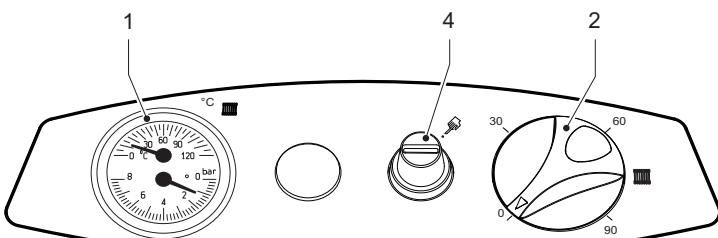

рис. 1 - Панель управления
- Поместите термостат регулировки котла (поз. 2 - рис. 1) на минимальное значение.
- Поместите термостат регулировки котла (поз. 2 - рис. 1) на требуемое температурное значение (не менее 50°).
Если повернуть ручку 2 на рис. 1 по часовой стрелке, температура воды в системе отопления повышается, и наоборот. Температуру воды в системе отопления можно регулировать в пределах от 30° до 90°. Однако не рекомендуется эксплуатировать котел при температуре ниже 45°.
Задайте с помощью комнатного термостата нужную температуру внутри помещения. При поступлении команды от комнатного термостата котел включается, обеспечивая нагревание воды в системе отопления до температуры, заданной регулирующим термостатом 2 на рис. 1. При достижении в помещении желаемой температуры котел выключается.
Давление напора при заполнении холодного контура, считанное гидрометром котла (поз. 1 - рис. 1), должно составлять приблизительно 1,0 бар. Если во время работы давление воды в системе упало (из-за испарения растворенных в воде газов) до величины ниже вышеуказанного минимума, пользователь должен открыть кран подачи воды (в поставку не входит) и довести давление до первоначального значения. По окончанию операции всегда закрывайте кран подачи воды.
Блокировка котла вследствие недостаточного удаления продуктов сгорания	Открутите крышку термостата дымовых газов (поз. 4 - рис. 1) и нажмите на кнопку под ним. В случае повторяющихся блокировок котла обратитесь в ближайший сервисный центр